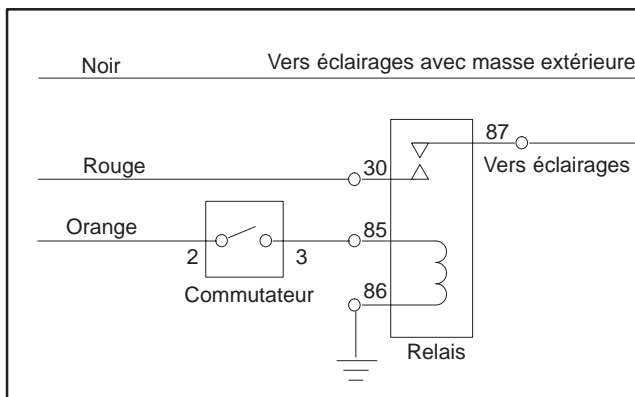

Figure 69
**Important** Si des éclairages optionnels sont ajoutés au groupe de déplacement, utilisez le schéma de la Figure 69 et les numéros de référence ci-dessous pour éviter tout dégât du système électrique.